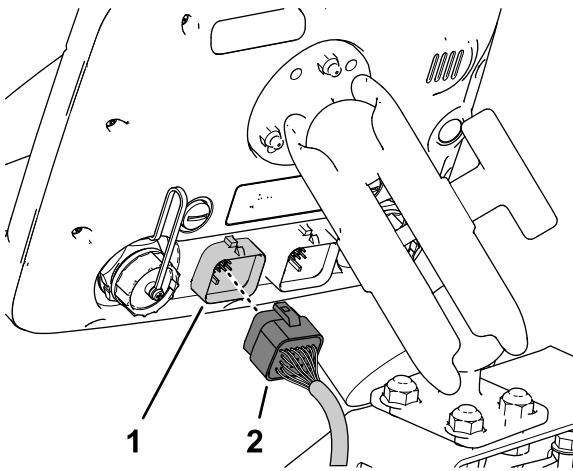

图208
3. 将数据线束的 26 插槽接头与打药机控制器的 26 针接头对齐然后将插槽接头压入插针接头直至接头牢固卡紧 图208。